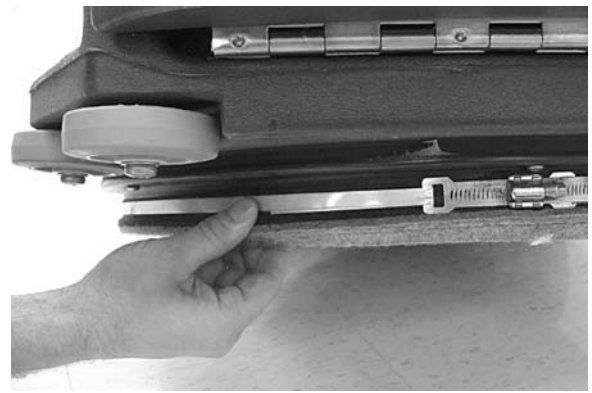

FIG. 30
- Contrôlez l'état de la jupe anti-poussière, remplacez-la si elle est usée. (Figure 30).